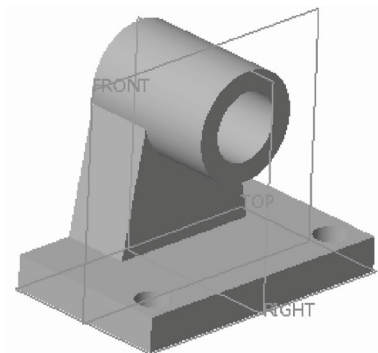

图 5-17 打开模型文件
STEP 01 单击快速访问工具栏中的“打开”按钮，打开模型文件，如图 5-17 所示。